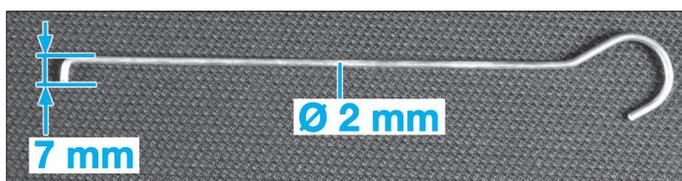

FIG. 18
- [1]. Outil d'extraction (ref. 140 589 02 33 00) (**Fig.18**).